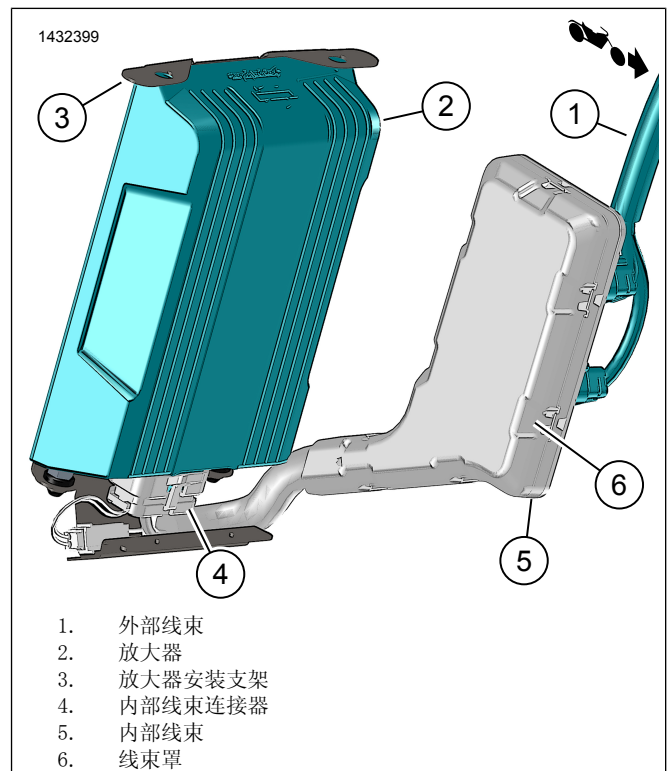

图14。右侧边箱放大器组件
6. 图14将内部线束连接器(4)连接到放大器(2)。
10. 图14安装线束盖(6)。